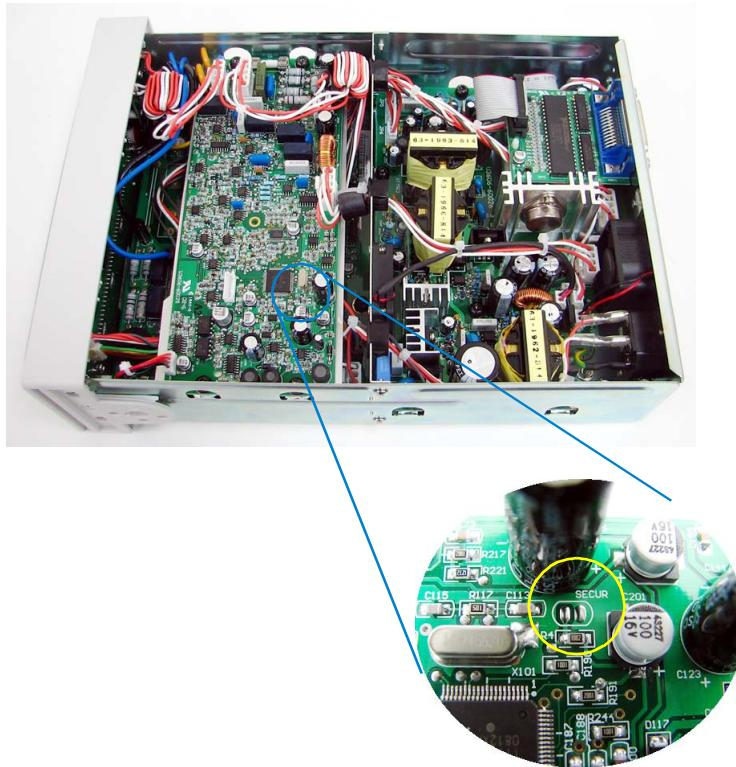

Figure 6-1 Emplacement des composants SECUR
- 3 A l'aide d'une soudure, créez un court-circuit entre les deux pièces métalliques situées sur le circuit imprimé. L'emplacement est indiqué dans la **Figure 6-1**. Sur le circuit imprimé de l'instrument U3606A, les composants métalliques sont désignés par la mention "SECUR".